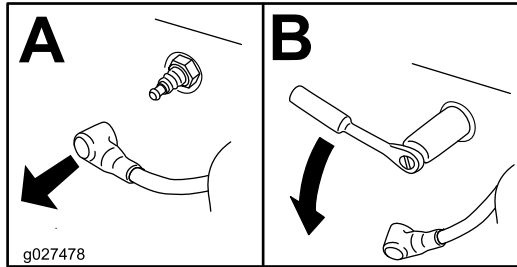

Figure 25
4. Déposez la bougie (Figure 25).